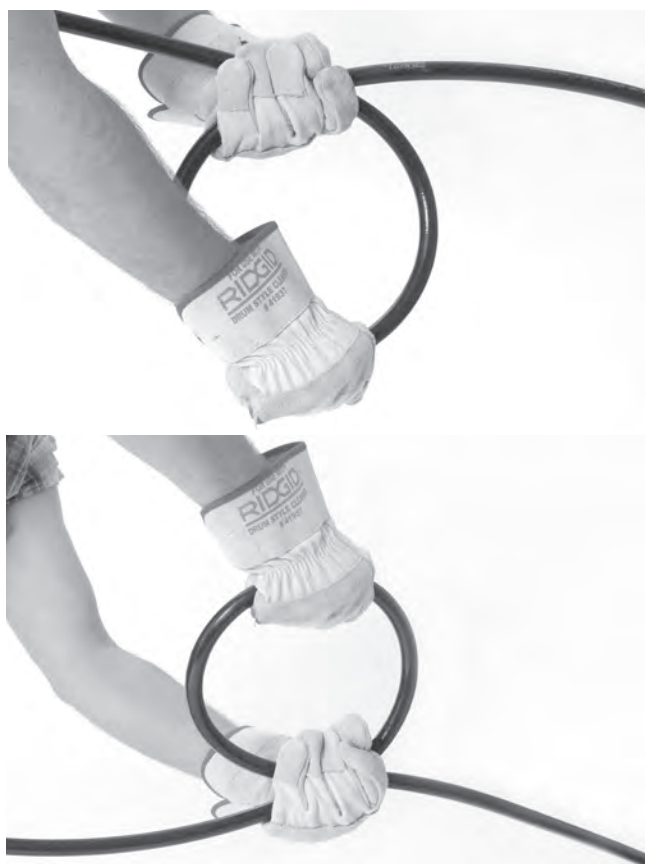

Figura 17 – Giro de la manguera
- Gire la manguera en un cuarto o hasta media vuelta para cambiar la orientación de la tobera para que la manguera cambie de rumbo. (Si se hace girar la manguera, devuélvela a su posición original una vez que pase por la obstrucción, para que no se pliegue.) *Vea la Figura 17.*